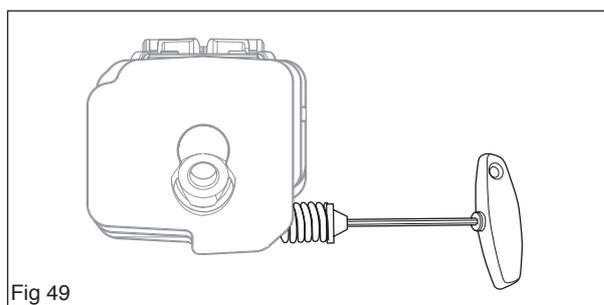

Fig 49
2. Démontez le ressort sur le cylindre à l'aide d'une clé hexagonale de 5 mm (voir la figure 49).